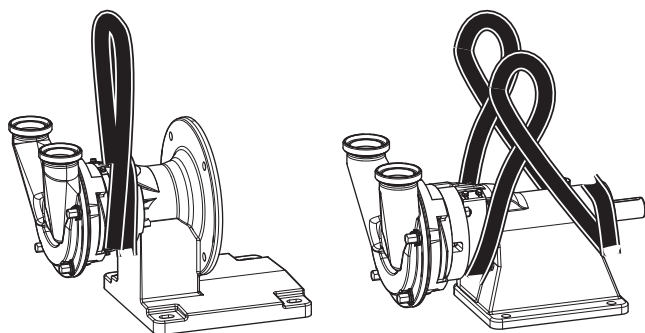

Fig. 67 Transporte con grúa, representación a modo de ejemplo en la forma constructiva KF y L
1. Colocar dos veces la eslinga circular alrededor de la garganta del adaptador (véase Fig. 67 «Transporte con grúa, representación a modo de ejemplo en la forma constructiva KF y L»).
1. Pase la eslinga circular dos veces alrededor del extremo posterior del apoyo de rodamiento (véase Fig. 67 «Transporte con grúa, representación a modo de ejemplo en la forma constructiva KF y L»).